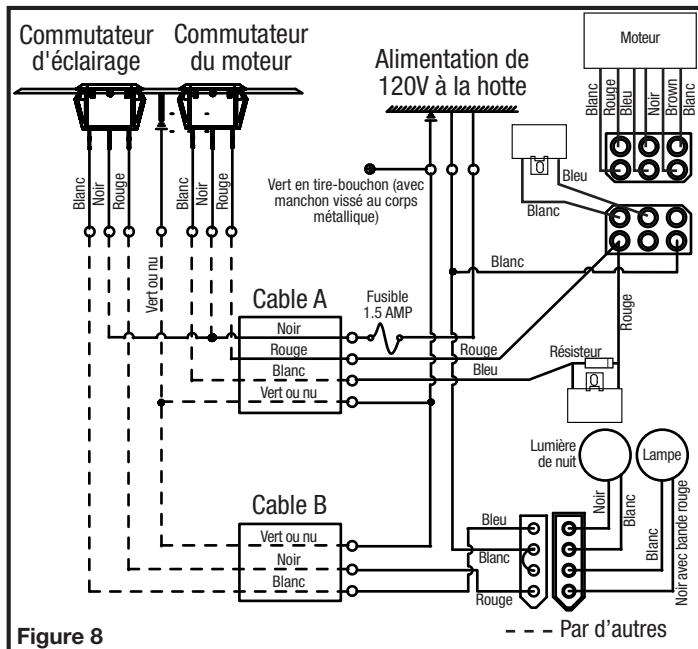

Figure 8
- Raccordements à la hotte (Figure 8) :**
5. Connexions à la boîte de commutation (Figure 8) :